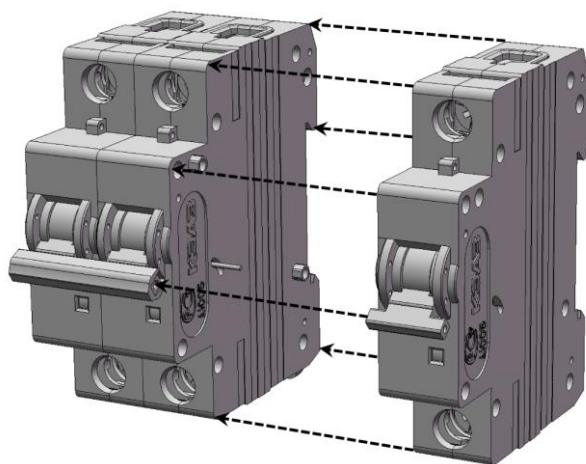
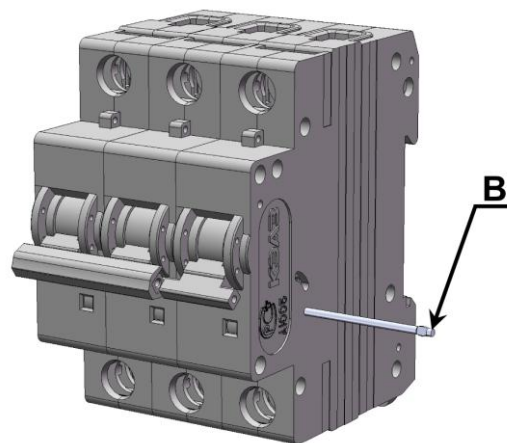

Рис.3
Рис.4
4. Присоедините РН таким образом, чтобы штифт А и втулки Б попали в соответствующие отверстия РН, и плотно прижмите на 5-7 секунд (рис.3). Вставьте с правой стороны в ручку РН штифт В и утопите заподлицо с ручкой (рис.4).